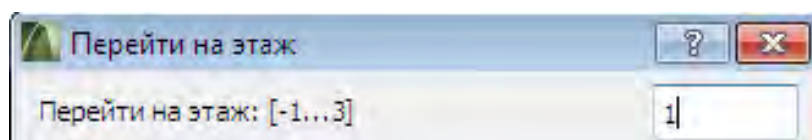

Рис. 12
6. В открывшемся диалоговом окне введите **1** и нажмите кнопку **ОК** для перехода на **Первый этаж** (рис. 12). Обратите внимание, что в строке заголовка плана этажа теперь присутствует строка **1-й этаж**.